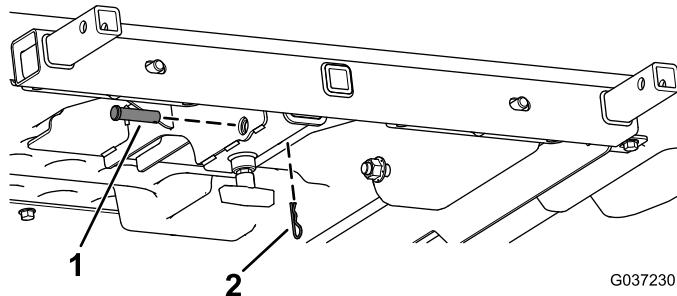

Figura 7
- Fissate il telaio del contenitore dei rifiuti al tubo ricevente utilizzando il perno con testa e la coppiglia (Figura 7).